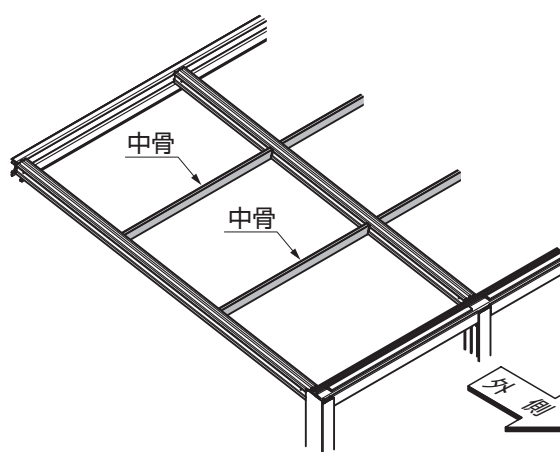

図10-5 積雪地域用の場合
- 積雪地域用の場合は、中骨の本数が異なります。(表10-1、図10-5参照)